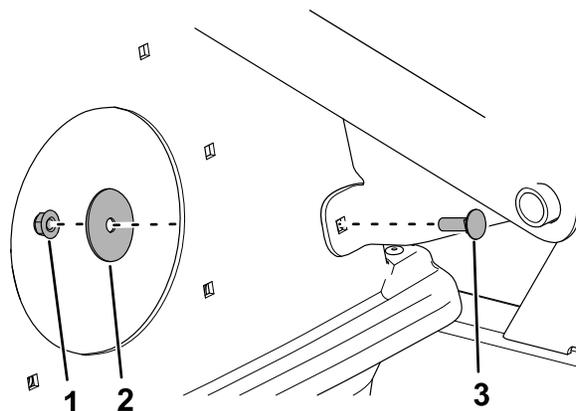

Figura 5
- Rimuovete il bullone, la rondella e il dado dalla staffa orientabile (Figura 5).
7. Montate la bulloneria della staffa orientabile mostrata nella Figura 5.